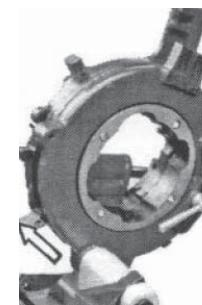

рис. 2
1. Выберите нужную головку и плашки (рис. 2).